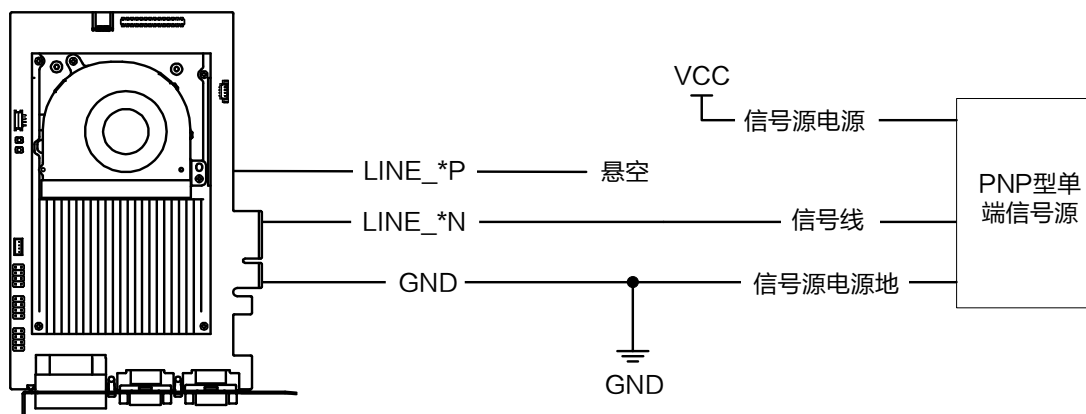
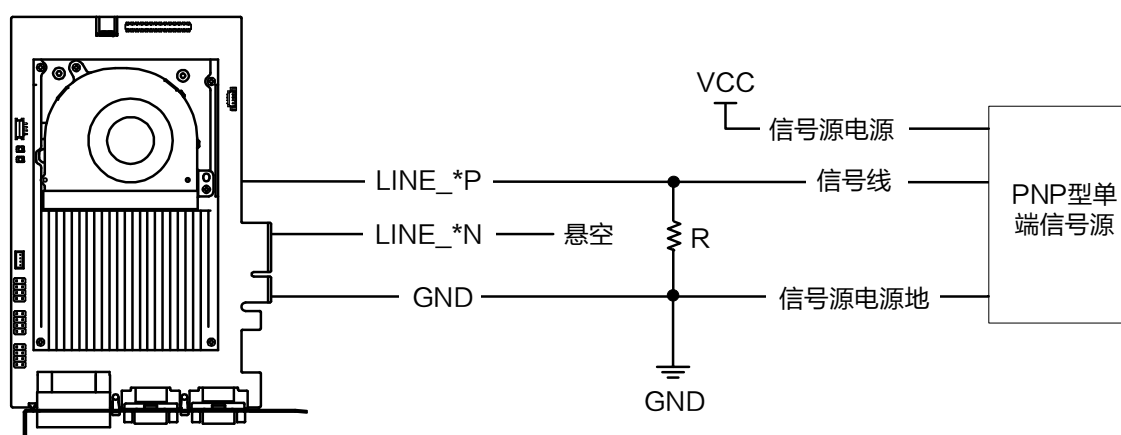

图4-7 PNP 单端输入接线（无需下拉电阻）
图4-8 PNP 单端输入接线（需下拉电阻）
- PNP 型单端信号源提供触发信号时，有两种不同的接法，如图 4-7 和图 4-8 所示，其中图 4-8 接线图中下拉电阻的阻值范围为 1 ~ 4.7 K Ω 。